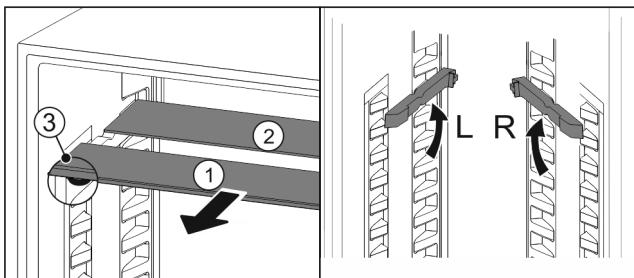

Fig. 29
- Издърпайте Fig. 29 (1) поотделно стъклените площи напред.
- Стъклената плоча Fig. 29 (1) с декоративната лайстна е отпред.
- Ограничителите Fig. 29 (3) сочат надолу.